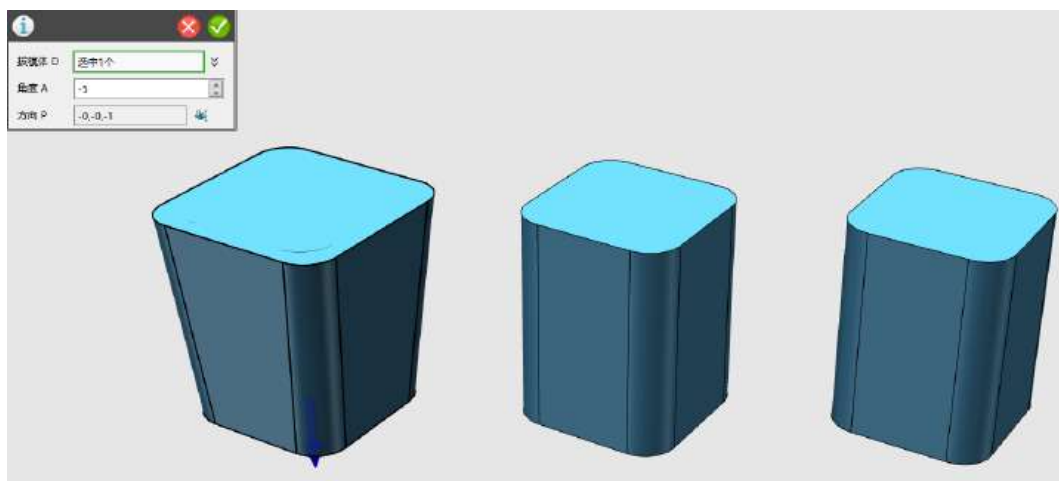

图 1-4
Step 4 改变杯子造型。选择拔模命令，拔模体 D 选择其中一个杯子的底面（与网格面重合的面），角度设为-5，如下图 1-4 所示：